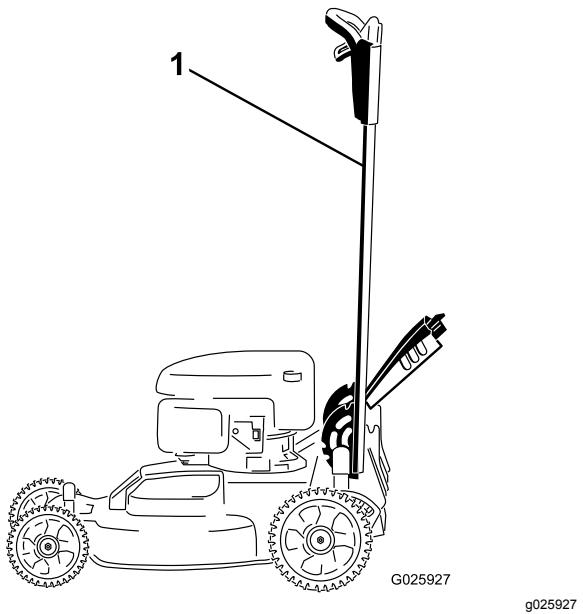

Рисунок 40
- Зафиксируйте рукоятку в вертикальном положении (Рисунок 40); см. Регулировка высоты рукоятки \(страница 13\).